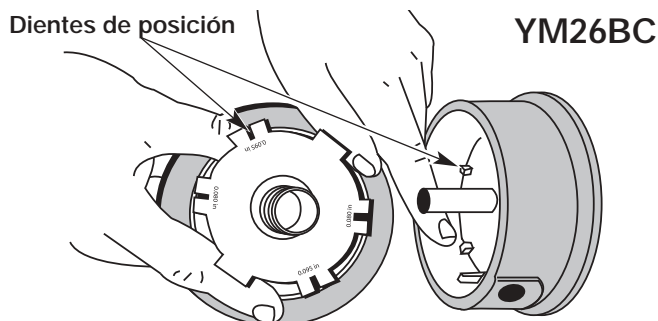

Fig. 34
5. Verifique el desgaste de los dientes de posición del carrete interior y bobina exterior (Fig. 34 o 35). Si es necesario, saque la rebaba o cambie el carrete y la bobina.